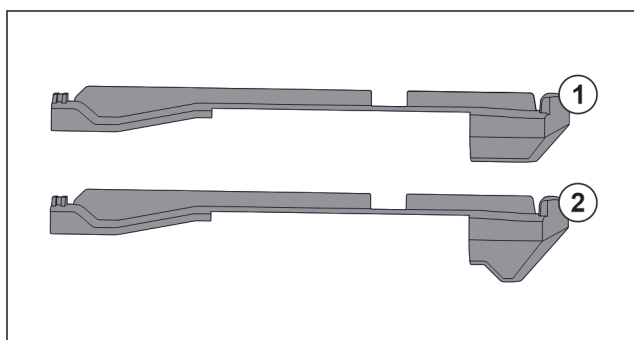

Fig. 149 Vergleich der Aufsteckteile
Im Gerät befinden sich zwei unterschiedliche Aufsteckteile. Das Aufsteckteil über dem untersten Schubfach Fig. 149 (2) hat eine dreieckige Kante. Alle anderen Aufsteckteile Fig. 149 (1) haben eine gerade Kante.
- ▶ Aufsteckteil Fig. 149 (2) mit der dreieckigen Kante über dem untersten Schubfach anbringen.
- ▶ Aufsteckteil Fig. 149 (1) mit der geraden Kante an allen anderen Stellen anbringen.